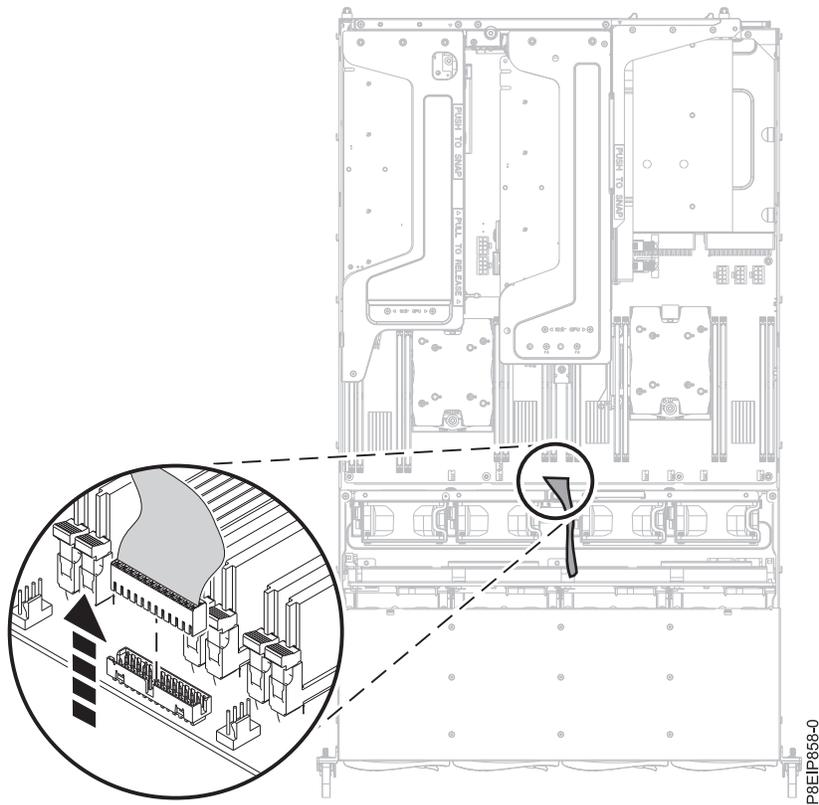

Abbildung 61. Kabel der Steuerkonsole entfernen
6. Entfernen Sie das Kabel der Steuerkonsole von der Systemrückwandplatine (siehe Abb. 61 auf Seite 53).